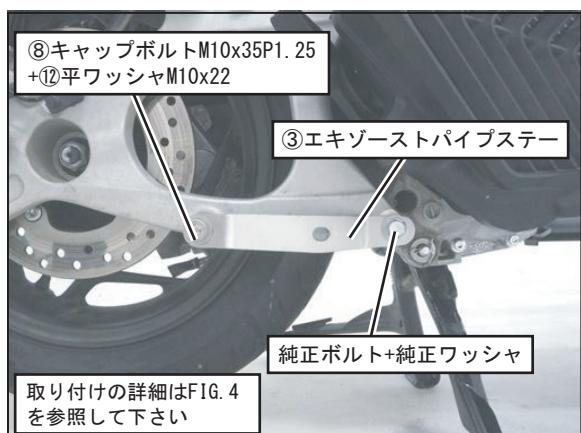

FIG. 3
4. ③エキゾーストパイプステーを、手順3で外した純正ボルトと純正ワッシャ、⑧キャップボルトM10×35P1.25と⑪平ワッシャM10×22を使用して仮締めして下さい。（FIG. 3参考）